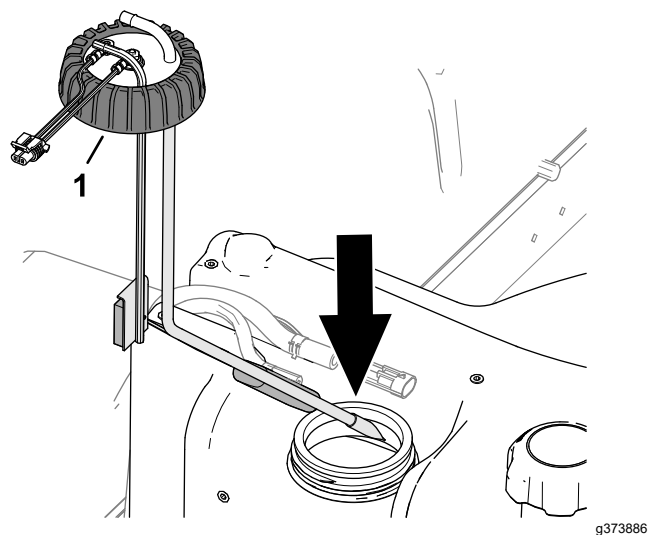

Figura 128
2. Montați cu atenție tubul de colectare a combustibilului în flotorul în rezervorul de combustibil (Figura 128).